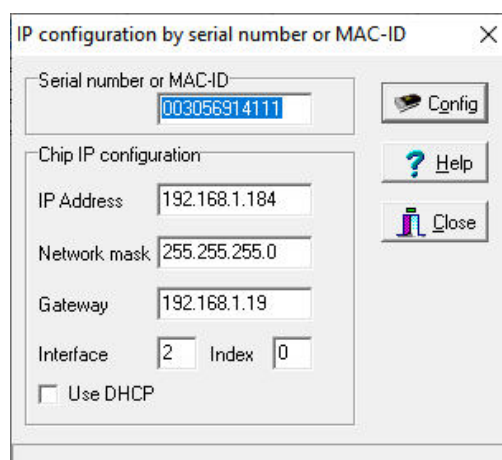

Abbildung 34: Anlagen-Konfiguration für eine direkte Verbindung mit Computer am Programm „Chiptool“.
- Markieren Sie den Eintrag und klicken Sie mit der rechten Maustaste drauf. In dem Fenster wählen Sie „IP-Konfiguration“. Ein Eingabefenster erscheint (Abb. 34).